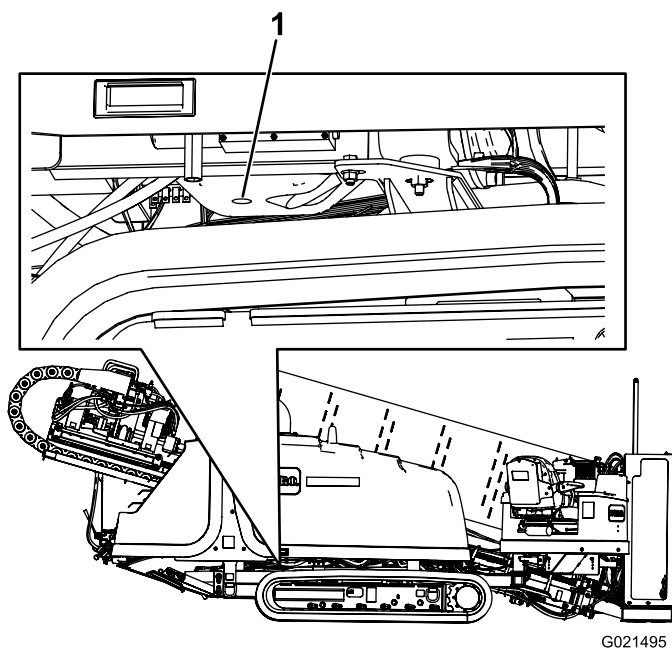

Рисунок 87
2. Снимите пробку слива (Рисунок 87).
- Установите сливную пробку на сливной штуцер (Рисунок 87).